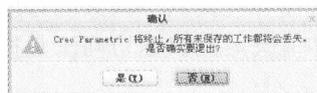

图 1-4 “确认”信息提示框
**Step 02** 弹出“确认”信息提示框，如图 1-4 所示，单击“是”按钮，即可退出 Creo Parametric 2.0。